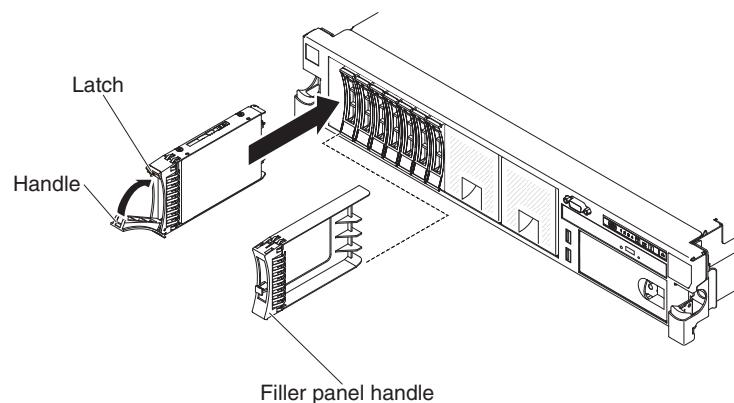

Figura 130. Substituindo uma reinicialização do SAN Volume Controller 2145-DH8 de unidade
4. Certifique-se de que a alça da unidade de disco estiver na posição aberta (destravada), conforme mostrado na Figura 130.